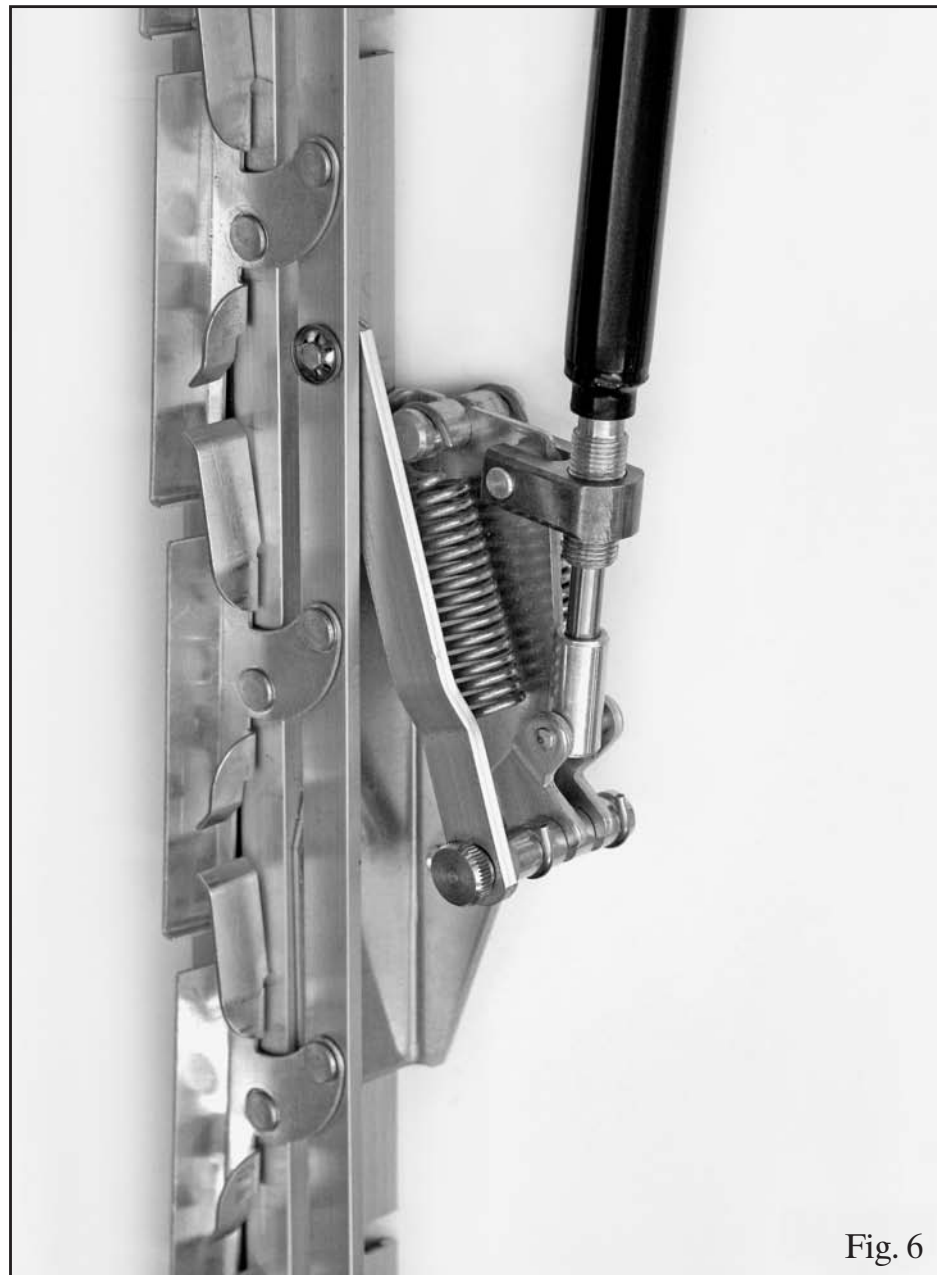

Fig. 6
11. Skruva in cylindern i cylinderupphänget (2) tills lika mycket av gängan är synlig på varje sida om höljet. Kontrollera att kolvstången har förts in i stånghållaren (4) – se fig. 6.
11. Skru cylindren ind i cylinderophænget (2) indtil der ses lige meget gevind på begge sider af ophænget. Kontroller at stempelstangen sidder inde i stempelstang holderen (4) – se Fig.6
11. Вкрутить цилиндр в корпус (2) чтобы большая часть резьбы была видна на обеих сторонах корпуса. Поршневой шток должен войти в держатель (4), см. рис. 6.